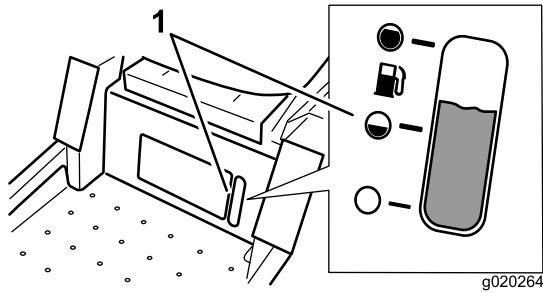

Bild 7
Vor dem Auftanken sollten Sie mit der Benzinuhr, die sich unter dem Fahrersitz befindet, die Kraftstoffmenge im Tank ermitteln (Bild 7).
**Hinweis:** Sie können auf der Benzinuhr unter der Betriebsposition den Benzinstand ablesen, bevor Sie den Tank füllen (Bild 7).